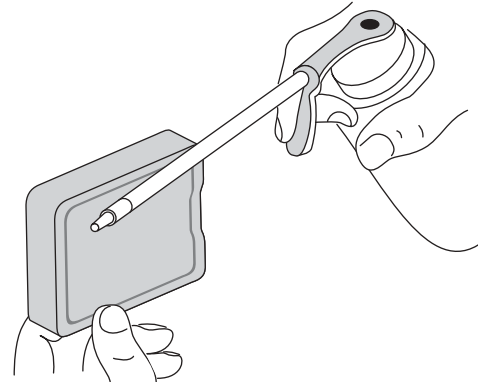

Fig. 24
4. Aplique suficiente aceite limpio de motor SAE 30 para recubrir ligeramente el filtro (Fig. 24).